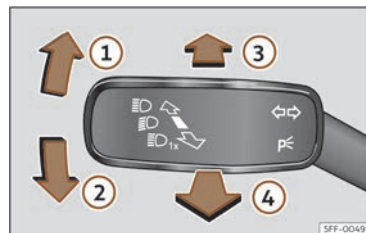

Abb. 79 Blinker- und Fernlichthebel (ausstattungsabhängig).
>>> (Abb. 79) ③.
- **ODER:** Ziehen Sie bei eingeschaltetem Fernlichtassistenten den Blinker- und Fernlichthebel nach hinten >>> (Abb. 79) ④.